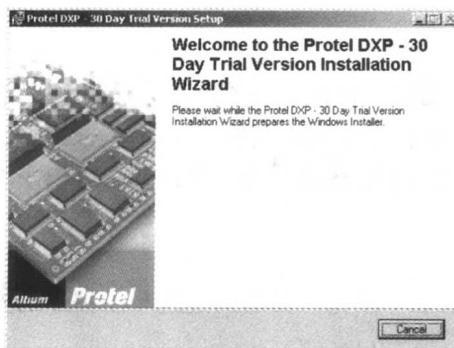
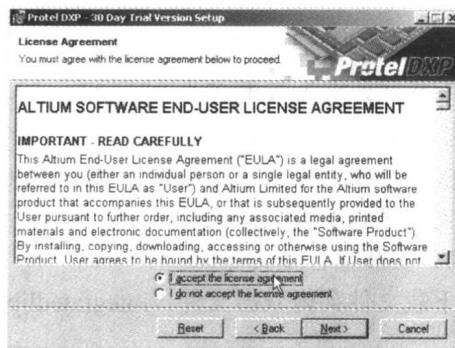
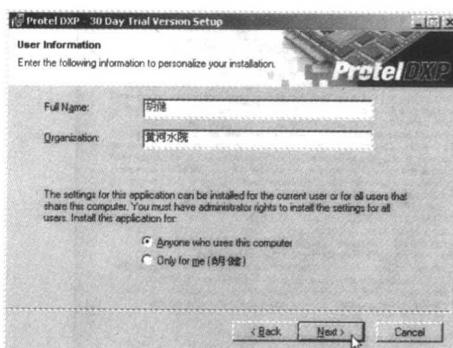
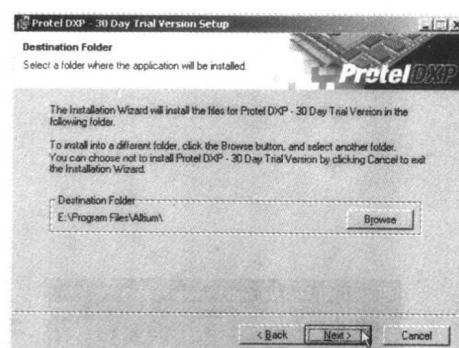

图 1-5 安装向导欢迎窗口
图 1-6 最终用户许可协议窗口
图 1-7 输入用户信息
图 1-8 选择安装路径
解压缩完成将弹出安装向导欢迎窗口，如图 1-5 所示，并迅速弹出最终用户许可协议窗口，如图 1-6 所示。此时，只有选中“*I accept the license agreement*”选项，同意该协议，才可继续安装，否则将终止安装。
然后单击 **Next >** 按钮，弹出用户信息输入窗口，如图 1-7 所示，单击 **Cancel** 按钮将退出安装；单击 **< Back** 按钮，返回安装向导欢迎窗口；单击 **Reset** 按钮可以重新选择安装。
在图 1-7 所示的用户栏内填入用户名及组织名称，并选择允许使用该软件的用户类型，然后单击 **Next >** 按钮，出现安装路径选择窗口，如图 1-8 所示。
若选中接受许可协议中规定的条目，就会弹出与图 1-8 相同的安装路径选择窗口。此时
2) 将安装光盘放入 CD-ROM 驱动器，默认情况下光盘会自动运行，否则可以打开光盘目录，然后双击“Setup.exe”图标，将弹出如图 1-5 所示的安装向导欢迎窗口，随后出现如图 1-6 至图 1-8 所示信息窗口。